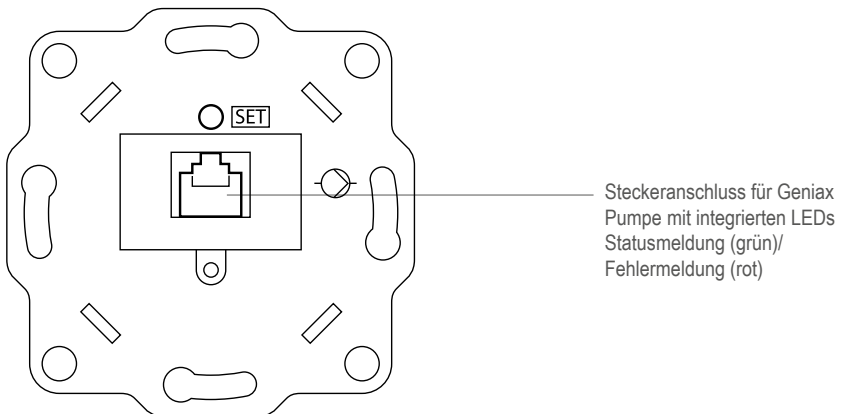

Fig. 11 Geniax Pumpenelektronik - Status-/Fehler-LED
2. Überprüfen, ob die Displays der Bediengeräte blinken bzw. die grünen Status-LEDs der Raumtemperatursensoren und Pumpenelektroniken blinken (siehe Fig. 11 - 13). Ist dies der Fall, so ist die Erreichbarkeit der Komponenten innerhalb des BUS-Segments gegeben sowie eine ausreichende Spannungsversorgung (≥ 15 V DC) sichergestellt. Blinken die roten LEDs an den Raumtemperatursensoren/Pumpenelektroniken, so sind die betreffenden Komponenten zwar erreichbar innerhalb des BUS-Segments, aber die Spannungsversorgung ist nicht ausreichend (Mindestspannung von 15 V DC bei max. Pumpendrehzahl unterschritten). Bei Geniax Ambient Sensor i: Sensor defekt.